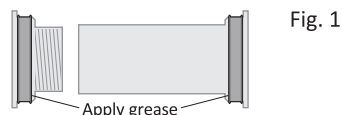

Fig. 1
- ① BBシェルとの接触箇所にグリスを塗布してください。—図1
- ① Apply grease to the contact surfaces with the BB shell. —Fig. 1